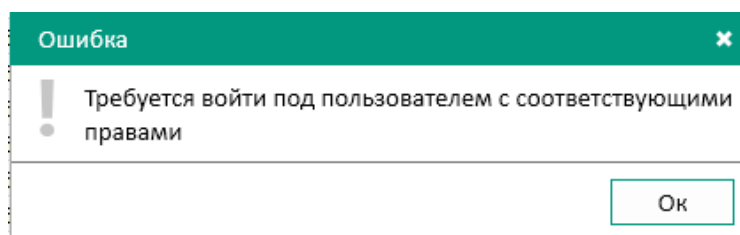

Рисунок 40
14.3.2 При попытке пользователя с ролью, отличной от «Администратора», произвести откат на предыдущие версии ПО и конфигурации выдается сообщение (рисунок 40).